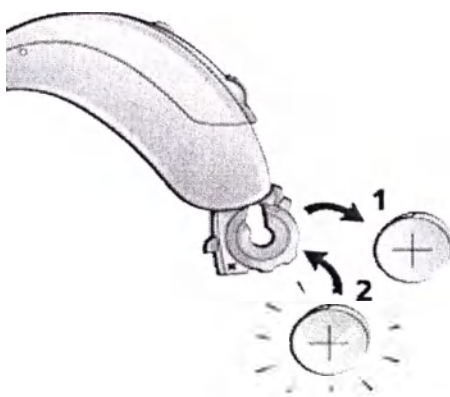

Рисунок 3 – Установка (замена) элемента питания
4.1.3 Вставьте новый элемент питания. Элемент питания вставляется знаком «+» вверх, рисунок 3, в соответствии с обозначением на батарейном отсеке. Убедитесь, что элемент питания вставлен правильно, соответствующей стороной. Если элемент питания вставлен неправильно, слуховой аппарат не будет работать, и батарейный отсек может быть поврежден.